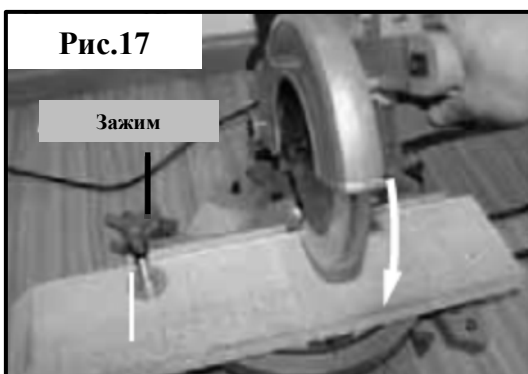

Рис.17
5.4. Маятниковый распил (рис.17).